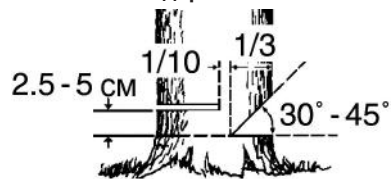

Рис. 9. Расположение запила и пропила
5. Сделайте запил с той стороны, куда должно упасть дерево. Глубина запила примерно  $1/3$  диаметра ствола под углом  $30-45^\circ$  (Рис. 9).